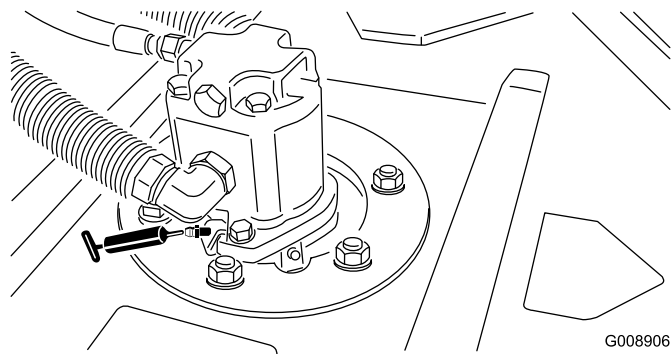

図 41
- ・ カuttingユニットのスピンドルシャフトのベアリング (各Cuttingユニットに1ヶ所) (図 41)